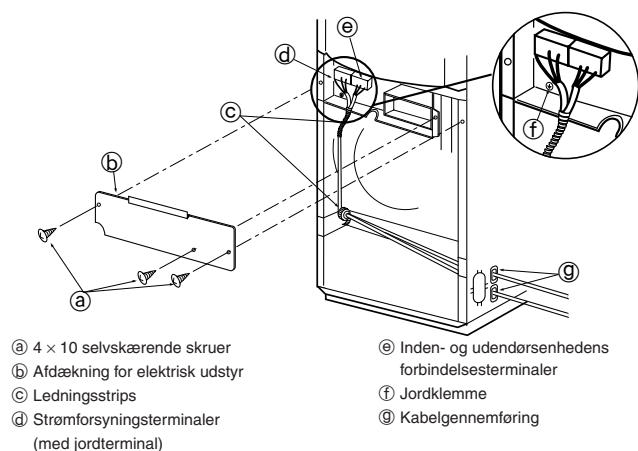

Fig. 6-1
6.1. Elektrisk ledningsføring (Fig. 6-1)